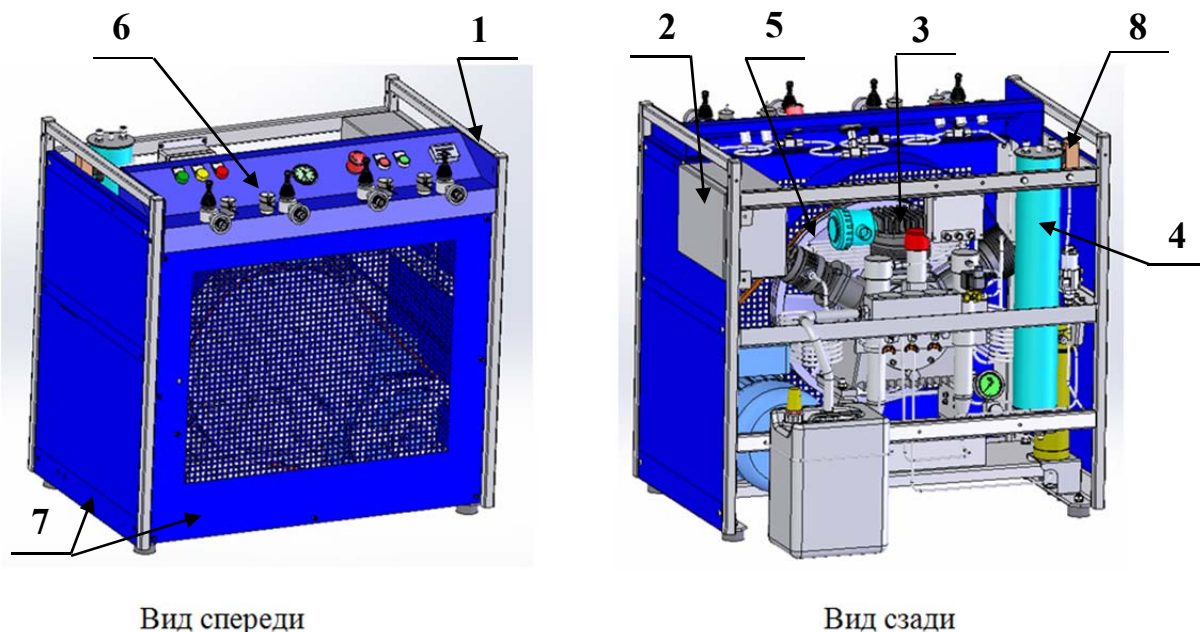
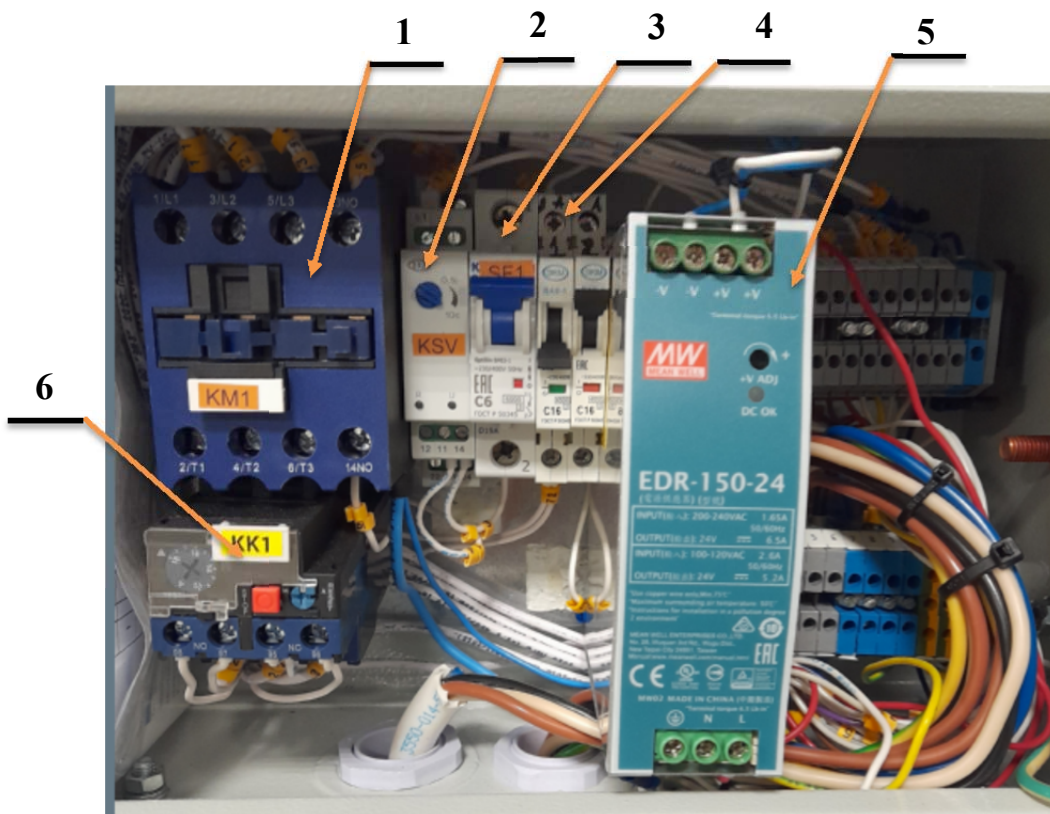

Рисунок 1- Основные узлы компрессора
Рисунок 8—Щит управления компрессором (дверца открыта)
Компрессор состоит из следующих основных частей (рисунок 1):
Переднее и боковые ограждения 7 (рисунок 1) - стальные штампованные, окрашены порошковым покрытием. Все ограждения имеют развитую перфорацию для лучшего охлаждения блока компрессорного.
- щит управления компрессором (рисунок 8);
Щит управления компрессором (рисунок 8) установлен в левой верхней части корпуса компрессора (поз.2 рисунок 1) и предназначен для выполнения функции управления работой компрессора, защитой его составляющих от перегрузок. Электрическая схема приведена в приложение Б к настоящему руководству.
ВНИМАНИЕ!: Для обеспечения защиты компрессора от неправильного подключения к внешней электрической сети в щите управления компрессором установлено реле контроля фаз KSV (поз. 2 рисунок 8), которое контролирует внешнюю силовую сеть на правильность чередования фаз, асимметрию фаз и обрыв фаз. Реле обеспечивает правильное вращение привода компрессора - против часовой стрелки. При правильном подключении фаз горят зеленый и желтый индикаторы на реле. Если горит только зеленый индикатор – внешний запуск установки невозможен, следует проверить наличие напряжения в клеммах реле, отсутствие перекоса напряжения в фазах или обрыва фаз, а также правильность порядка чередования подключённых фаз (при необходимости поменять местами подключение двух фаз)
Блок питания БП 5 (рисунок 8) преобразует переменный ток напряжением 220В в постоянный ток напряжением 24В. Напряжение 24В питает катушку индуктивности электромагнитного клапана блока клапанов сброса конденсата.
Устройство автоматического отключения компрессора 8 (рисунок 1) предназначено для автоматического отключения компрессора при достижении конечного давления.
Для проверки работы предохранительного клапана в щите управления имеется автомат SA1 поз.4 (рисунок 8), при включении которого остановка по конечному давлению отключается.